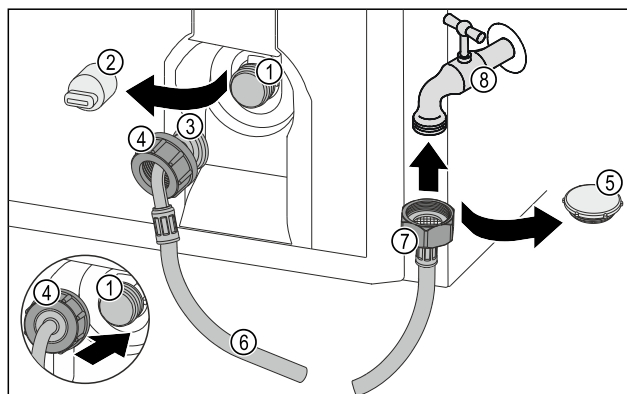

Fig. 33
- ▶ Odstranite zaporno loputo Fig. 33 (5).
- ▶ Ravni konec gibke cevi Fig. 33 (7) priključite na pipo za vodo Fig. 33 (8).
- ▶ Matico na ravnem koncu gibke cevi Fig. 33 (7) zategnite v smeri urnega kazalca.